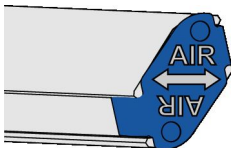

Abb. 9: Luftrichtungspfeil Endkappe
4. ▶ Luftleitprofil bis zur roten Einschubmarkierung in die Rauchauslöseeinrichtung einstecken. Dabei die Luftrichtung auf der Endkappe des Luftleitprofils Abb. 9 beachten.